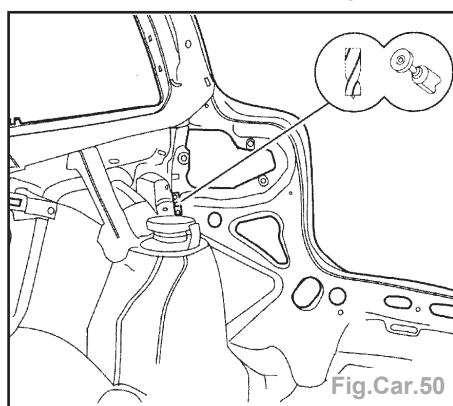

Fig.Car.50
- Éliminer les points de soudure, en utilisant le mandrin à fraise pour les points de soudure et une perceuse (Fig.Car.50).